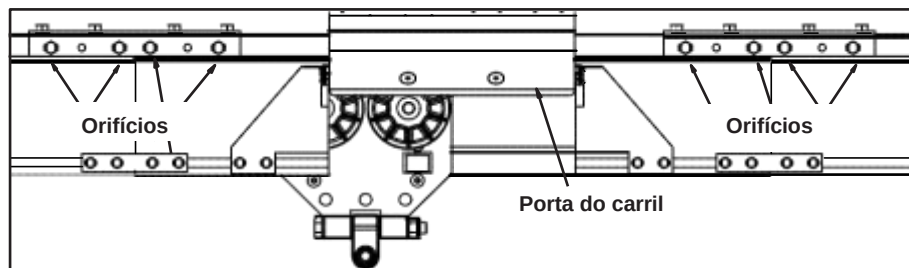

Figura 3-61
- Etapa 1. Use o suporte de montagem do trilho superior como modelo para marcar o trilho e faça quatro (4) orifícios em cada extremidade do conjunto da comporta de acesso usando uma broca de 13/32 pol. (11 mm). Não tente fazer orifícios alinhados. Consulte a Figura 3-61.
- Etapa 2. Instale quatro (4) parafusos de cabeça sextavada M10 x 100 mm com porcas autotravantes M10 em cada extremidade da comporta de acesso. Aperte até que esteja adequadamente fixo.